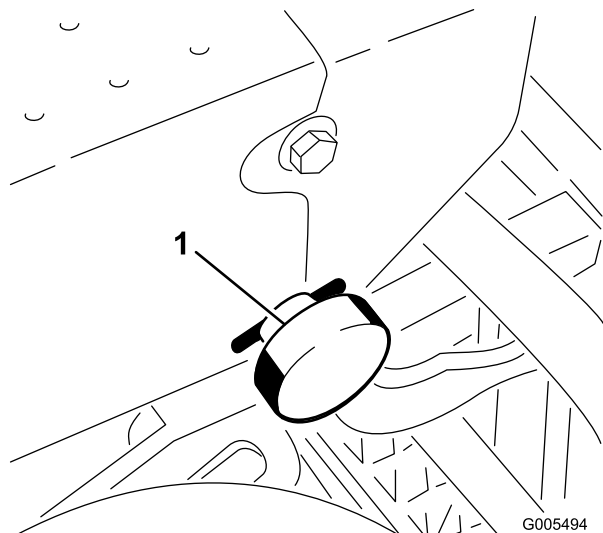

Bild 6
3. Entfernen Sie den Splint, mit denen der Arretierhandrad des Lenkarms (Bild 6) befestigt ist. Nehmen Sie den Knopf ab.